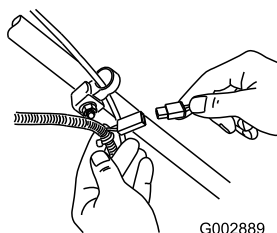

Figure 32
1. Branchez le chargeur au faisceau de câblage de la tondeuse situé sous la clé de contact (Figure 32).